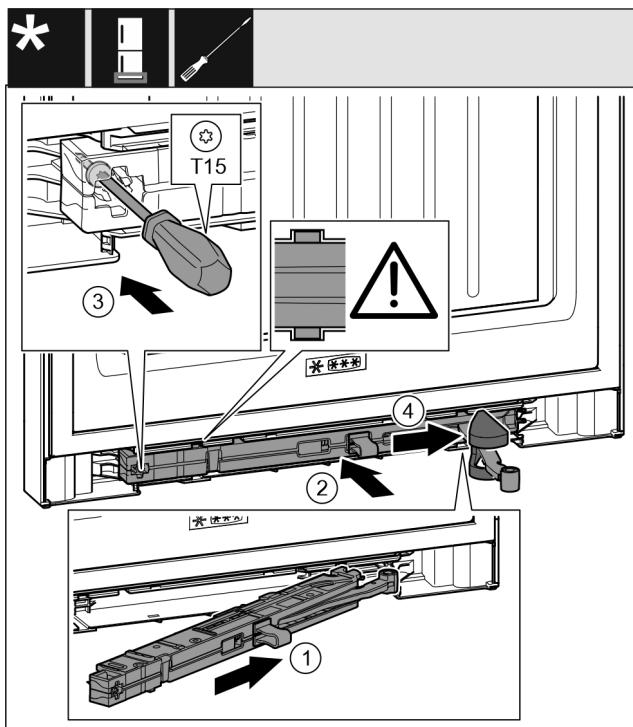

Fig. 46
- ▶ Gurnite jedinicu prigušivača zatvaranja na strani podloška ležaja do graničnika koso u otvor. Fig. 46 (1)
- ▶ Gurnite jedinicu prigušivača zatvaranja u potpunosti u otvor. Fig. 46 (2)
- ▶ Odvijačem T15 čvrsto pritegnite vijak. Fig. 46 (3)
- ▶ Gurnite pokrov preko zglobova. Fig. 46 (4)